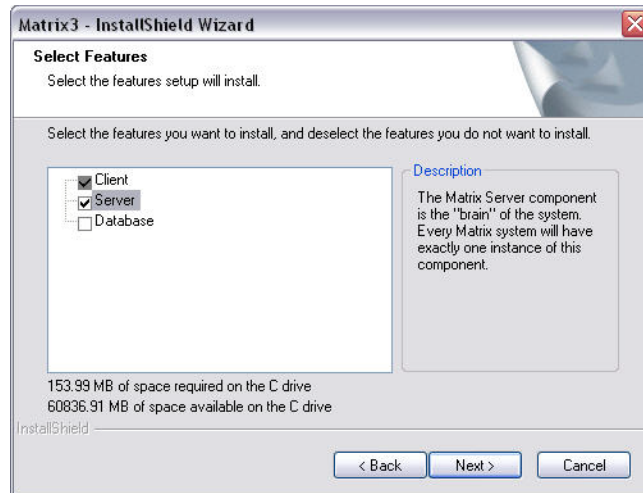

FIG. 15
7. Dans l'écran "Select Features" (Sélectionner les fonctionnalités) illustré dans la FIG. 15, vous pouvez sélectionner les fonctionnalités que vous souhaitez installer et décocher les fonctionnalités que vous ne souhaitez pas installer. Cliquez sur "NEXT" (Suivant).